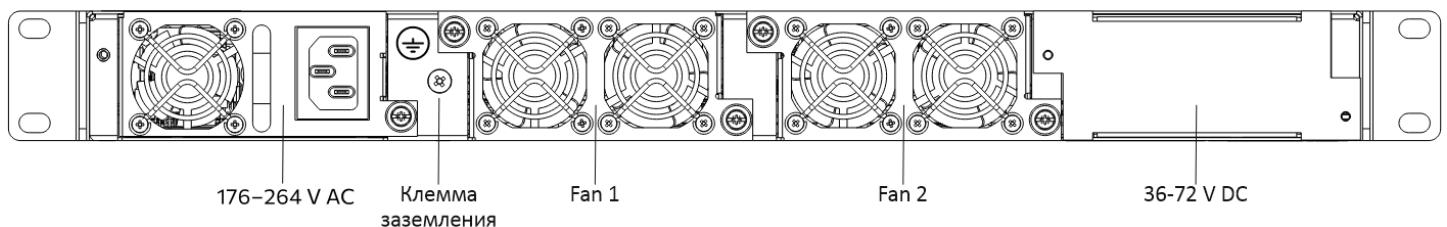

Рисунок 15 – Задняя панель терминала LTX-8(16) rev.B
На задней, передней и боковых панелях терминала расположены вентиляционные решетки, которые служат для отвода тепла. На задней панели установлены два блока вентиляции (рисунок 15).
- **Шаг 2.** Заземлить корпус устройства. Это необходимо выполнить прежде, чем к устройству будет подключена питающая сеть. Заземление необходимо выполнять изолированным многожильным проводом. Правила устройства заземления и сечение заземляющего провода должны соответствовать требованиями ПУЭ. Клемма заземления находится на задней панели, рисунок 11, рисунок 15.